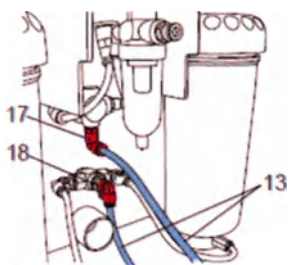

Рис. 21
2. Подсоединение педали (рис.21):
- Вставьте обозначенный буквой А конец шланга (13) до упора в штуцер А (17) пескоструйного аппарата.
- Вставьте обозначенный буквой В конец шланга (13) до упора в штуцер В (18) пескоструйного аппарата. При введении шлангов следует преодолеть легкое сопротивление.